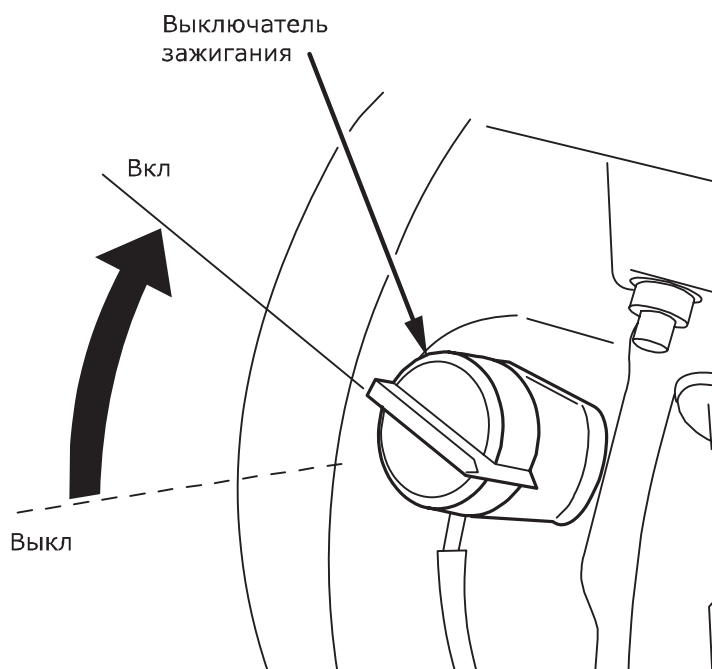

Рис.12
- Поставьте выключатель зажигания в положение «ВКЛ» (рис. 12).